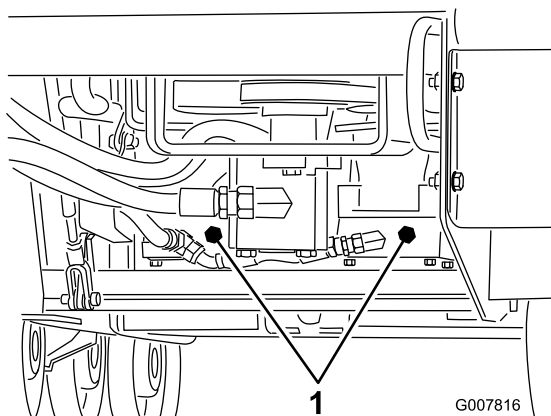

Figure 17
4. À l'aide d'une clé, donnez deux tours dans le sens antihoraire aux vannes de remorquage situées sur les pompes hydrauliques (Figure 17).